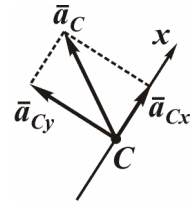

Рис. 13
Ускорение точки C найдём, проектируя равенство (4) на оси x и y (рис. 13):